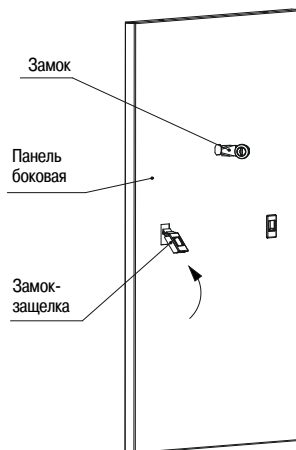

Рисунок 7 – Закрепление замка в панели боковой
4.3.1 Извлеките из третьего места панели боковые. Вставьте в прямоугольные отверстия панелей замки-защёлки. Вставьте в отверстие панелей замки, предварительно скрутив гайки. Проверьте правильность установки замков. При правильной установке язычки замков переводятся в положение «закрыто» сверху вниз. Закрепите замки на панелях гайками (рисунок 7).